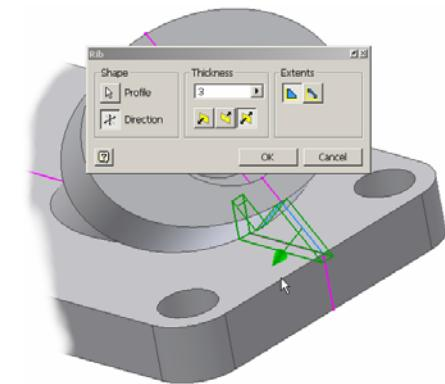

Figura 2.12.15.
În panelul **Part Features** se punctează comanda **Rib**, în fereastra **Rib** vor fi specificate opțiunile operației, figura 2.12.15:
- se punctează icoana **Direction** și se indică direcția de nervurare spre interiorul modelului; nervura va fi previzualizată, ca în figura 2.12.15, și se confirmă direcția prin click stânga mouse;